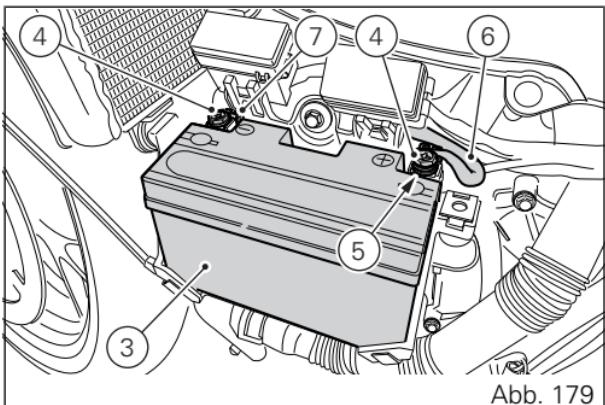

Abb. 179
Die Batterie (3) wieder in ihrer Aufnahme anordnen, dabei die Kabel (5) und (6) der (Abb. 179) gemäß ausrichten.